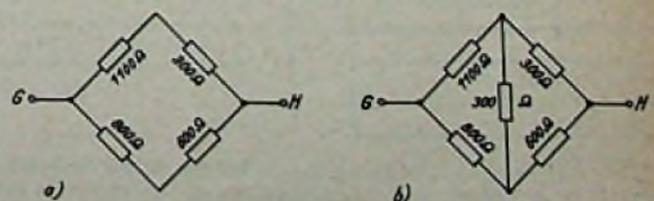

Bild 4. Brückenschaltung; a = ohne Galvanometer im Brückenzweig, b = mit Belastung des Brückenzweiges durch ein Galvanometer
- für den Fall, daß im Meßzweig kein Galvanometer liegt, das heißt der Strom im Meßzweig ist gleich Null, $R_G = \infty$ (Bild 4 a).
- mit Galvanometer im Diagonalzweig, $R_G = 300 \Omega$ (Bild 4 b).